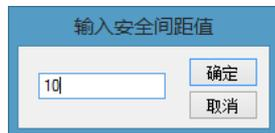

图 4-10 “输入安全间距值”对话框
(4) 在“线宽”区域内可以设置导线的宽度，其中包括导线的最小值、建议值和最大值。
(5) 在“同一网络”区域内设置允许相同网络的对象之间的安全间距。可以对每个对象之间的间距进行设置，如“过孔和过孔”之间，也可以一次性设置所有项，此时可以单击“所有”按钮，系统会打开“输入安全间距值”对话框，如图 4-10 所示。用户可以输入间距设置值，单击“确定”按钮完成所有间距值的设置。例如，设置所有相同网络对象之间的安全间距为 10mil。
(6) 在“安全间距规则”对话框的“安全间距”区域内包含了 PCB 安全间距矩阵。该矩阵允许设计人员设置所有电气类型或每一个电气类型之间的安全间距值。通过单击“安全间距”区域内矩阵左上角的“所有”按钮，可以设置全局默认的安全间距值，即同时设置所有的间距值。此时系统也会打开如图 4-10 所示的对话框，然后可以一次性输入所有的安全间距值，